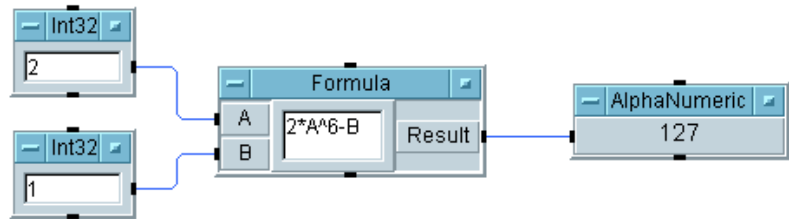

図 4-6. 式の評価
5. [Display] ⇒ [AlphaNumeric] を選択し、作成されたオブジェクトを Formula の出力ピンに接続します。そしてプログラムを実行します。図 4-6 のように結果の 127 が表示されます。